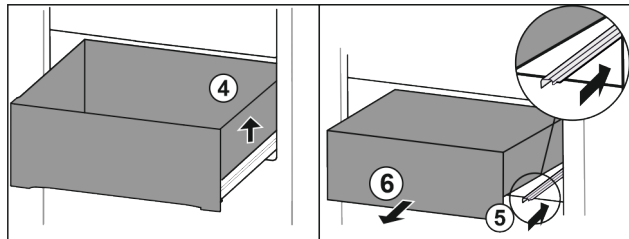

Fig. 93
- ▶ Nosta vetolaatikkoa oikealta. Fig. 93 (4)
- ▶ Työnnä oikea kisko paikalleen. Fig. 93 (5)
- ▶ Poista vetolaatikko vetämällä sitä eteenpäin. Fig. 93 (6)